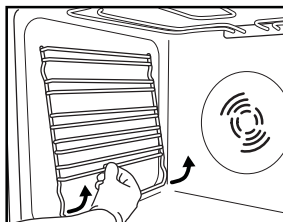

Fig. 3
1. Avlägsna tillbehörens guideskenor (fig. 3).
2. Avlägsna tillbehörens guideskenor, om sådana finns (fig. 3).